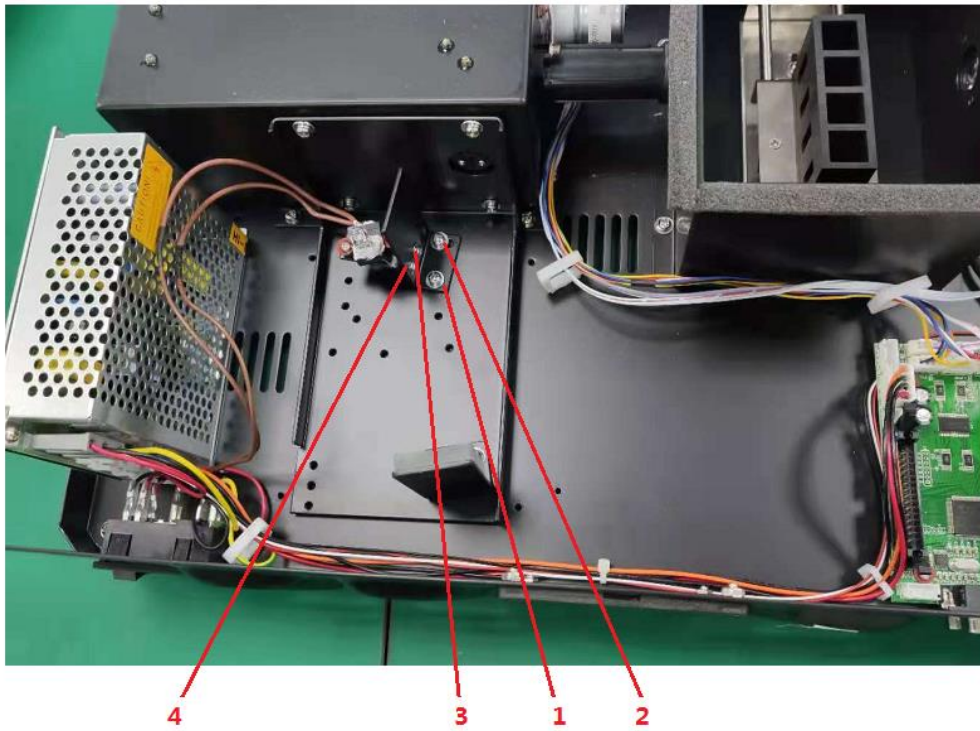

Fig. 4-1
Étape 7: Réglez la longueur d'onde à 500 nm, allumez l'alimentation, déplacez la lampe de haut en bas et d'un côté à l'autre, jusqu'à ce que sa mise au point tombe exactement sur la fente d'entrée. Observez la lecture en mode T sans régler la touche «  ». Réajustez la lampe pour que la lecture soit maximale. S'il ne peut pas se concentrer sur le centre de la fente d'entrée, vous devez ajuster les quatre vis montrées à la Fig. 4-1. Les vis 3 et 4 sont pour le réglage en hauteur du point lumineux tandis que les vis 1 et 2 pour le réglage horizontal.